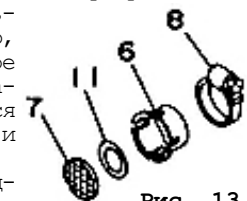

Рис. 13.
9.3.8. Демонтировать сетку искрогасителя поз. 7 (рис. 13) вы-
пускного отверстия поз. 8 (рис. 1), ослабив хомут крепления поз. 8 (рис. 13). Удалить загрязнения механическим способом. Установить сетку на штатное место, затянуть хомут. При обнаружении поврежденной сетку заменить оригинальной EG-H188-I07.